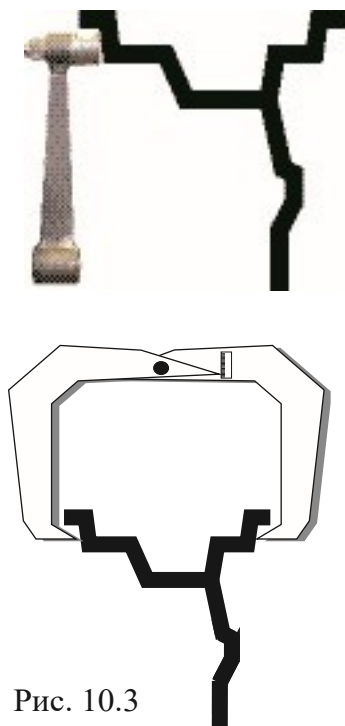

Рис. 10.3
10.3. Ширина обода обычно отмечена на его маркировке. При отсутствии маркировки или невозможности ее прочтения ширину следует измерить специальным инструментом - кронциркулем (см. рис. 10.3).